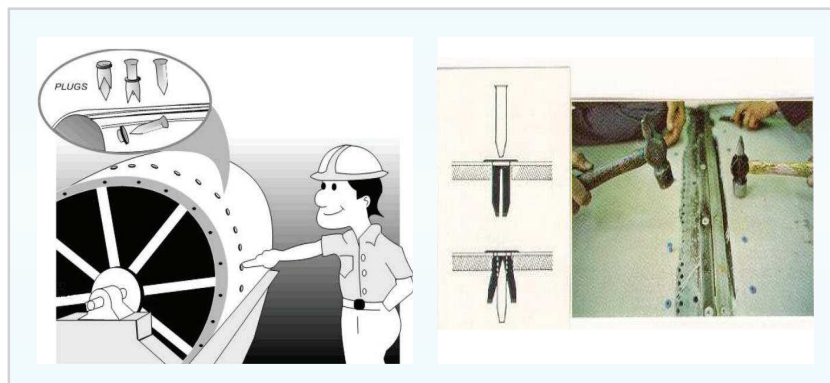

Figura 6: Fixação por plugs.
- **Plugs:** são pinos de plástico inseridos nos orifícios do filtro. Recomenda-se posicionar em carreira a cada dois metros por toda a extensão do filtro, conforme mostra a figura 6;